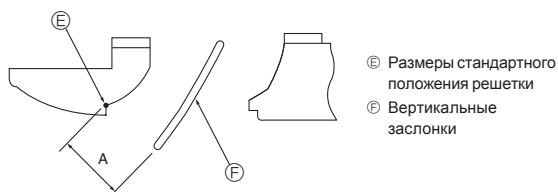

Fig. 8-10
③ Для настройки требуемого направления потока воздуха медленно перемещайте вертикальные заслонки в рамках указанного диапазона. (Fig. 8-10)